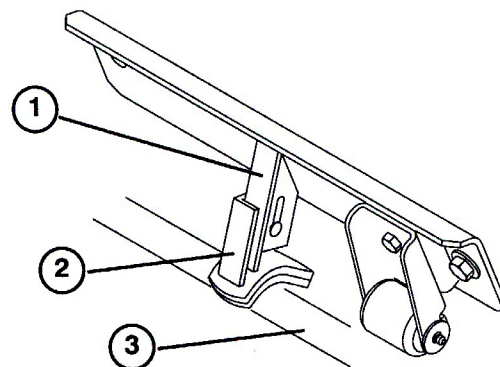

図 13
2. 前中央のユニットのスタビライザをサドルに固定しているキャリッジ・ボルトとナットをゆるめる（図13）。